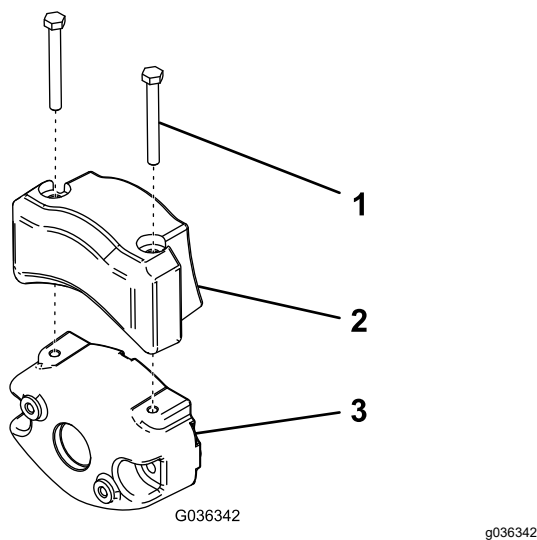

**Рисунок 51**
**Внимание:** Если необходимо наклонить режущий блок, подложите опору под заднюю часть режущего блока, чтобы гайки регулировочных винтов неподвижного ножа не упирались в рабочую поверхность (Рисунок 51).